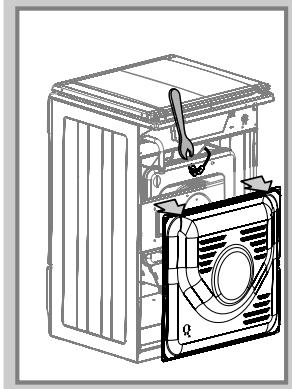

Рис.16
- при помощи ключа выкрутить и заменить сопло (рис.16). Если доступ затруднен, нужно: